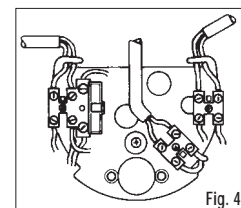

Fig.4
- réaliser le branchement électrique intérieur en degainant au minimum les câbles et les introduire dans les trous prévus (fig. 4).